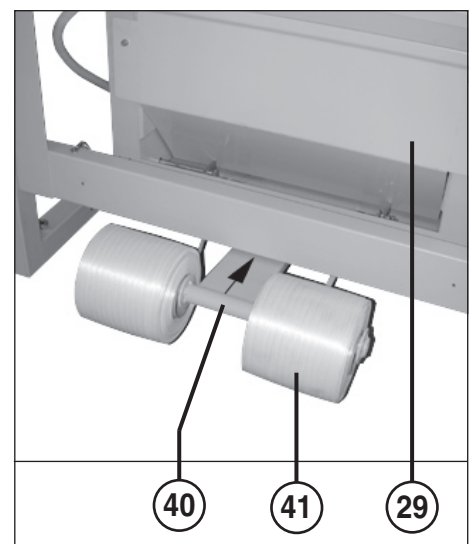

Fig. 5
- 29 = Lamiera di copertura (fig. 5)
- 40 = Supporto rullo portanastro (fig. 5)
- 41 = Rullo portanastro (fig. 5 e 17)
MONTAGGIO DEI RULLI PORTANASTRO (fig. 5):